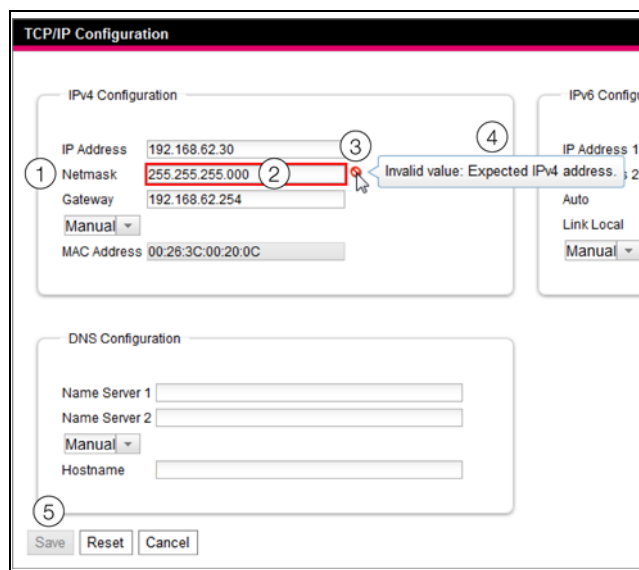

Рис. 21: Отображение ввода неправильного значения
- После неправильного значения (рис. 21, поз. 2) в поле **Netmask** (рис. 21, поз. 1) появляется красный "символ запрета" (рис. 21, поз. 3).
- Если Вы подведете курсор мыши к символу запрета, появится подсказка с дополнительной информацией об ошибке (рис. 21, поз. 4).
- Кнопка **Save** деактивирована (рис. 21, поз. 5), таким образом, введенные значения не могут быть сохранены.